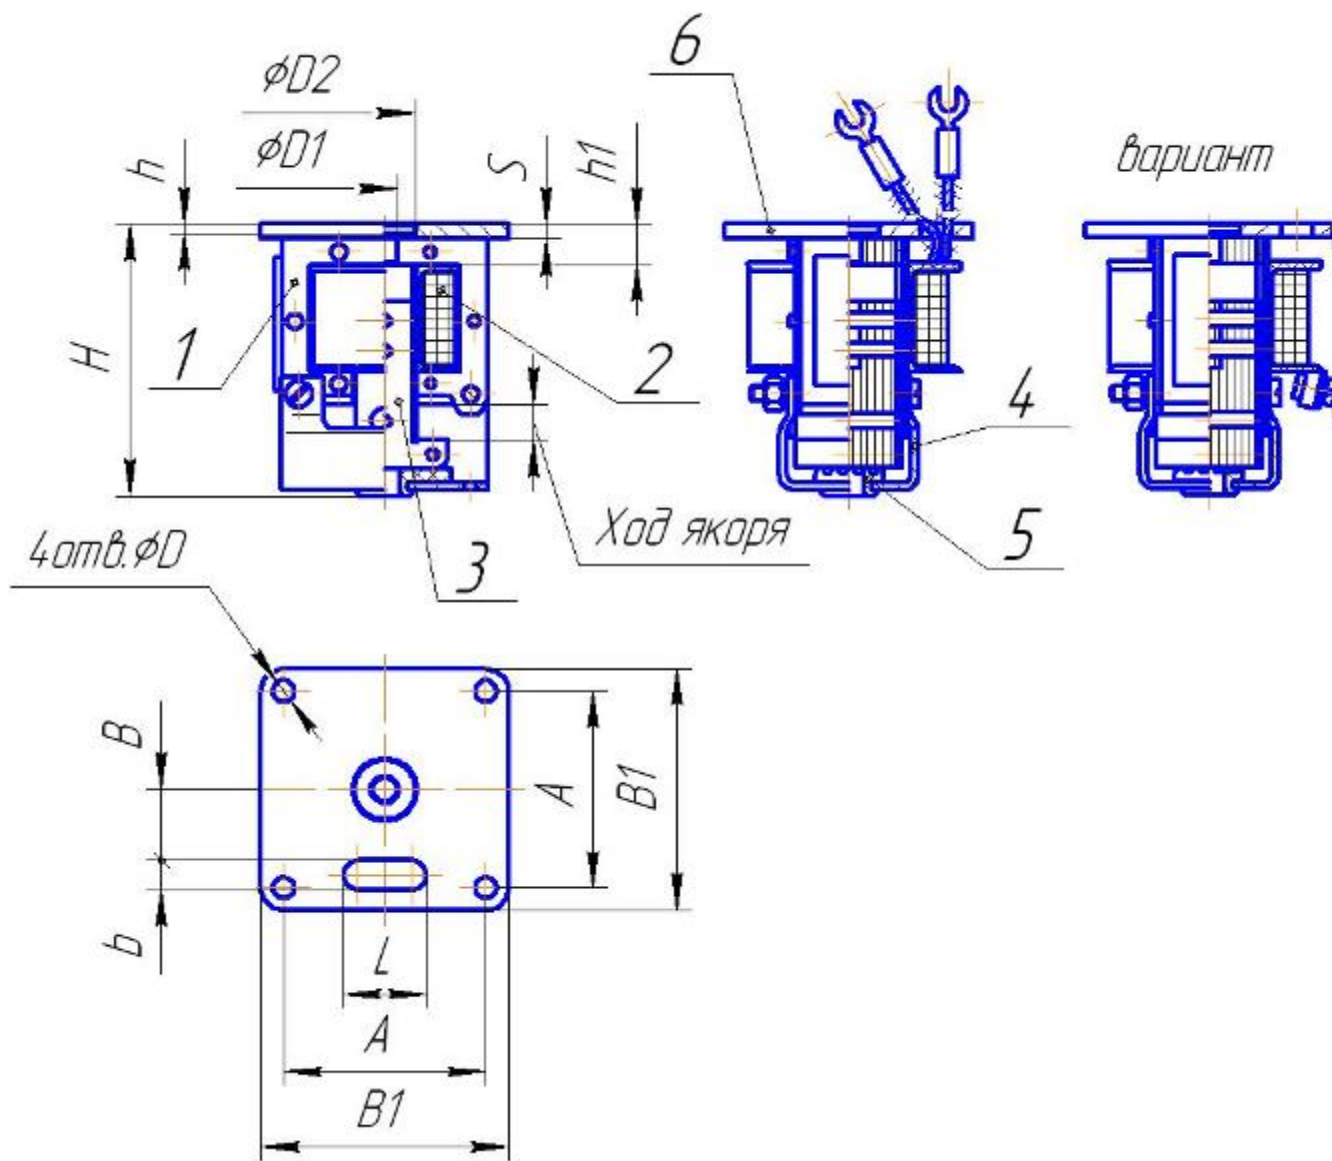

Рис.1
- 4.1** Электромагнит открытого исполнения (рис.1) состоит из следующих основных сборочных единиц: ярма 1, катушки 2, якоря 3.
(Остальное см.рис.1)